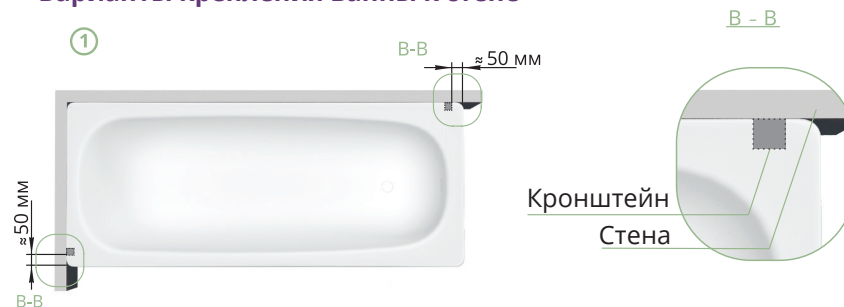

РИСУНОК 6
- Закрепите ванну при помощи двух кронштейнов с шайбами М8 согласно схеме на рис. 6. Кронштейны крепятся к стене при помощи крепежных элементов (не входят в комплект поставки). Для выбора подходящих крепежных изделий в соответствии с материалами стен ванной комнаты обратитесь в местный специализированный магазин.